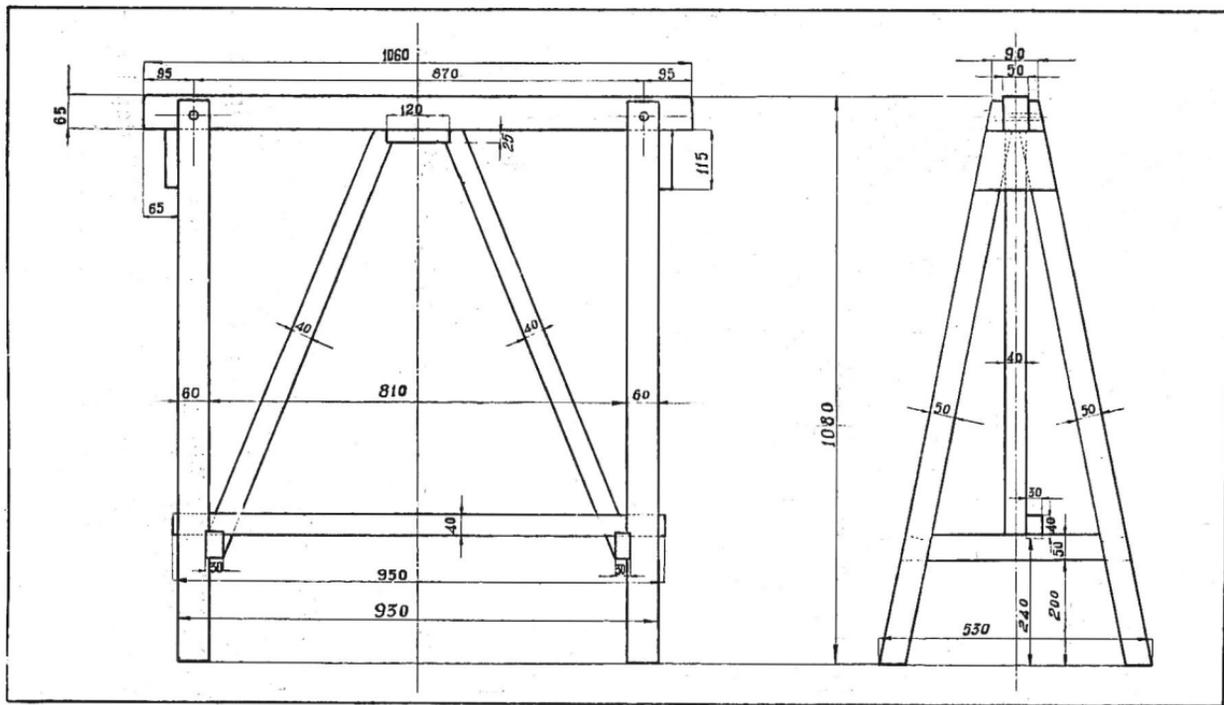

FIG. 23 - CAVALLETTO (C)
- c) N° 1 cavalletto d'altezza fissa da porre sotto la fusoliera quando devesi montare il carrello (fig. 23).